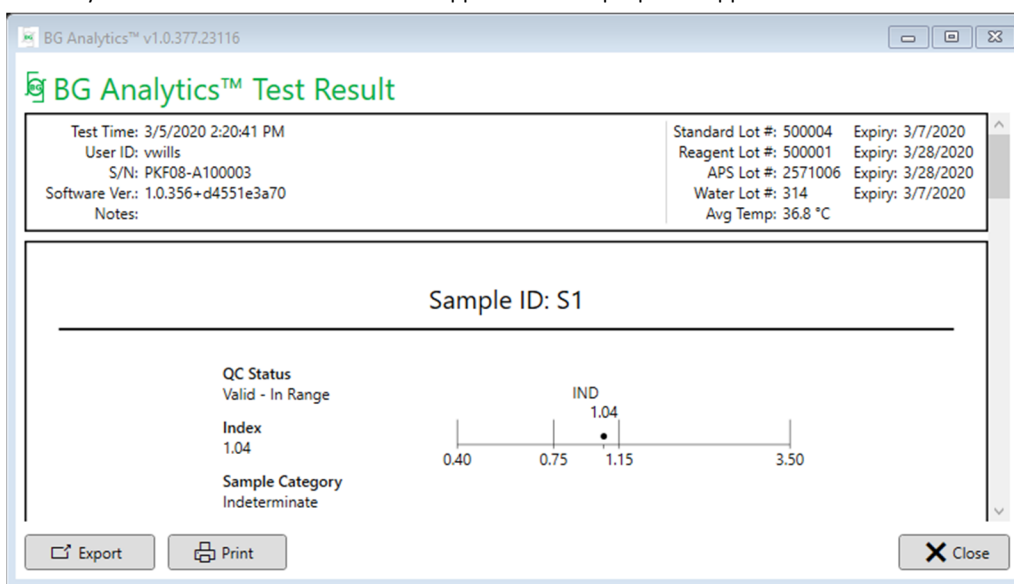

Bild 17. BG Analytics® testresultatrapport för prov P1 med obestämt resultat
BG Analytics® kommer att visa testresultat-rapport. Ett exempel på en rapport visas i Bild 17
- Status för kvalitetskontroll (QC), Index, Provkategori
- Indexvärde som ligger inom intervallet 0,40 till 3,50 markeras i diagrammet. Obestämt index markeras mellan 0,75 och 1,15. Ett exempel på ett prov med giltigt QC-status och obestämt indexvärde visas i Bild 17.